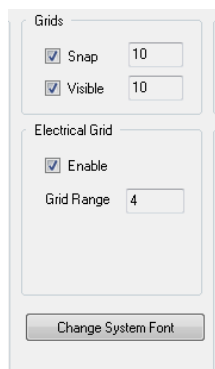

图 2.19
**Step 12** 在 Grids(网格)区域中,可对网格进行具体的设置,如图 2.19 所示。其中, Snap(捕捉)网格值是光标每次移动时的距离大小; Visible(可见)网格值是在图纸上可以看到的网格大小;选中了 Enable(启用)复选框,意味着启动了系统自动寻找电气节点的功能,即在绘制连线时,系统会以光标所在位置为中心,以 Grid Range(网格范围)文本框中的设置值为半径,自动向四周捕捉电气节点。